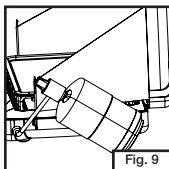

Fig. 9
- Bouteille de propane correctement fixée. (Fig. 9)